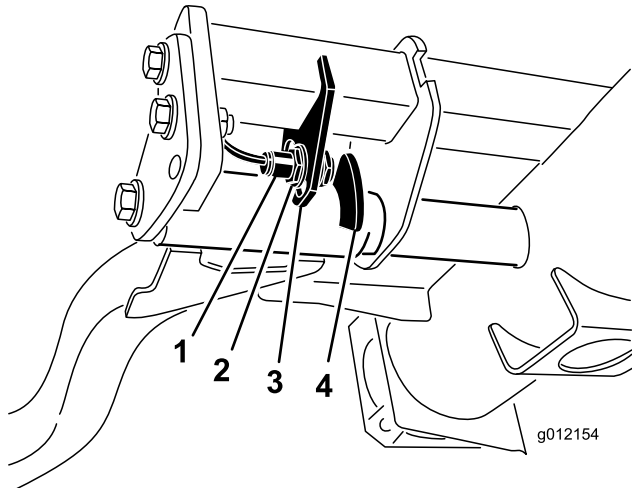

図 54
2. 昇降アームのスイッチは、油圧のメインタンクの下にある右前昇降アームの後ろ側に装着されている 図 54。
3. スイッチの取り付けネジ 図 54 をゆるめ、スイッチの位置を下げると、昇降アームの旋回高さが長くなり、上げると、昇降アームの旋回高さが短くなる取り付けボルトを締め付ける。